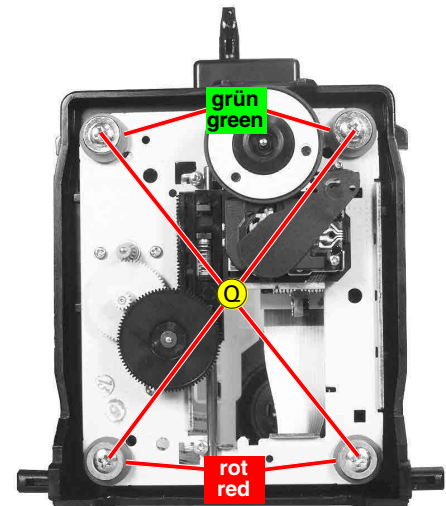

Fig. 10
- 4 Schrauben (Q) (Fig. 10) herausdrehen.
- Undo 4 screws (Q) (Fig. 10).